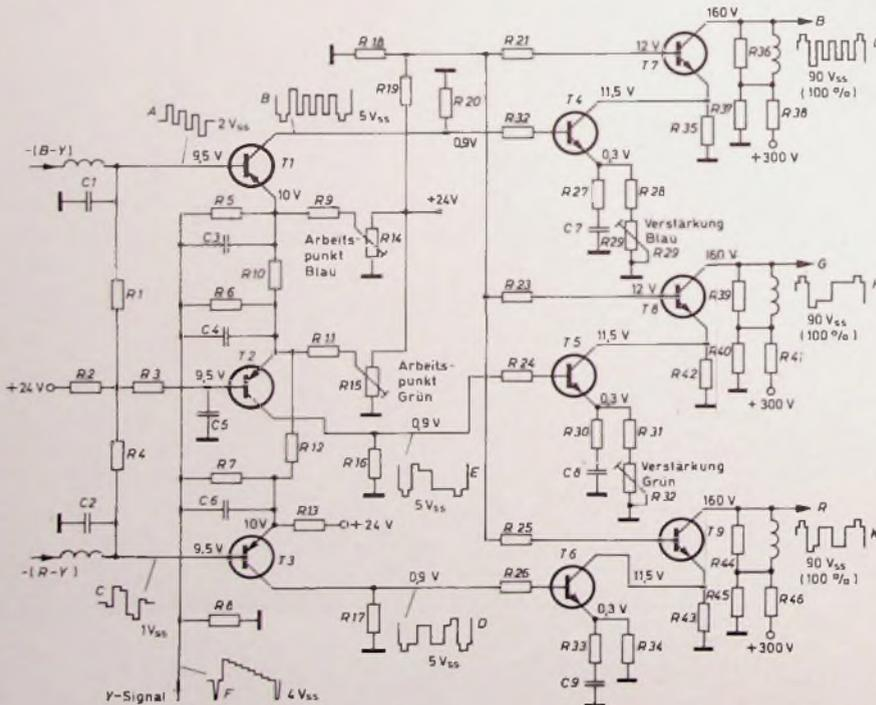

Bild 10. Matrix- und Endstufenschaltung der RGB-Konzeption
signale liefern, wie sie die Oszillogramme L, H und K im Bild 10 zeigen. Bei negativen Ansteuersignalen liegen die Synchronimpulse sowie der Schwarzpegel stets in positiver Signalrichtung, während der Weißwert in negativer Richtung liegt. Wird dagegen der Wehneltzylinder angesteuert, so müssen die Ausgangssignale positive Polarität haben, der Weißwert muß dann also im Oszillogramm oben liegen. Meistens wird jedoch die Katodenansteuerung bevorzugt, da man hierbei mit erheblich kleineren Signalamplituden auskommt (bis zu 100 V_{ss}), um die Farbbildröhre voll auszusteuern.
An der Basis des Matrixtransistors T1 im Bild 10 steht das negative (B-Y)-Signal mit einer Amplitude von etwa 2 V_{ss}, während an der Basis des Matrixtransistors T3 das negative (R-Y)-Signal mit einer Amplitude von etwa 1 V_{ss} steht. Das Amplitudenverhältnis (R-Y) : (B-Y) hat somit einen Wert von etwa 2:1. Den Emittoren von T1 und T3 wird dagegen das Y-Signal (Oszillogramm F) mit einer Amplitude von etwa 4 V_{ss} zugeführt. Das Y-Signal gelangt ferner auch zum Matrixtransistor T2, der das G-Signal erzeugt. Hierzu werden über den Widerstand R10 etwa 19% des -(B-Y)-Signals und über den Widerstand R12 etwa 51% des -(R-Y)-Signals dem Emittor von
zwischen Schwarz- und Weißwert genau 4 cm der Rasterfläche beträgt. Dieser Wert gilt dann als 100%. Die Farbbalkensprünge sind dann jeweils 3 cm hoch; das gilt für alle Farbsignale. Will man die Verstärkungsfaktoren der drei Endstufen aufeinander abstimmen, so mißt man zunächst das Rot-Signal (R) und dann erst Blau und Grün, wobei sich Unterschiede mit den Verstärkungseinstellern für Blau und Grün, also mit R 29 und R 32 im Bild 10, auf einfache Weise ausgleichen lassen.
In der Praxis treten gelegentlich Fälle auf, bei denen das Normfarbbalkentestbild einwandfrei wiedergegeben wird. Erst die Frequenzstreifen 1, 2 und 3 MHz eines Schwarz-Weiß-Testbildes zeigen einen deutlichen Gelbstich, der besonders stark im 1-MHz-Streifen auftritt. Da dieser Fehler auf unterschiedliche Amplituden der RGB-Signale zurückzuführen ist, läßt sich die Fehlerursache nur mit dem Oszillografen einfach und sicher feststellen. Derartige Fehler entstehen beispielsweise bei einer Unterbrechung des Kondensators C3 (Bild 10). Da jetzt das Y-Signal nicht mehr voll zum Blau-Transistor T1 gelangt, ist das Amplitudenverhältnis der drei Signale gestört.